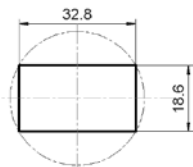

图 3.5.8 应用举例 4
本例要求按尺寸精确绘制图 3.5.8 所示的图形，其中两条中心线分别通过矩形边的中点，圆心为两条中心线的交点，圆经过矩形的四个角点。
Step6. 参照 Step5 的操作方法，绘制图 3.5.8 所示的垂直中心线。
Step7. 绘制图 3.5.8 所示的圆。选择下拉菜单 **绘图(D)** → **圆(C)** → **圆心、半径(R)** 命令；在命令行输入 INT 并按 Enter 键，然后将鼠标光标移至图 3.5.14 中的两条中心线的交点附近，当出现“交点”提示时单击(由此定义圆的圆心点)；将鼠标光标移至图 3.5.15 中的矩形角点附近，当出现“端点”(或“交点”)提示时单击(由此定义圆的半径)。